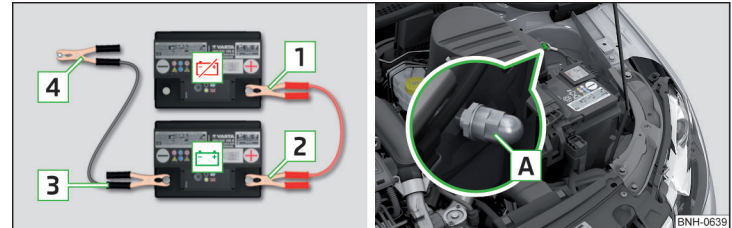

Abb. 250 Starthilfe: 🚫 - entladene Batterie, 📡 - stromgebende Batterie / Massepunkt des Motors beim START-STOPP-System
- Bei Fahrzeugen **mit** dem START-STOPP-System die Klemme **4** am Massepunkt des Motors **A** befestigen » Abb. 250.